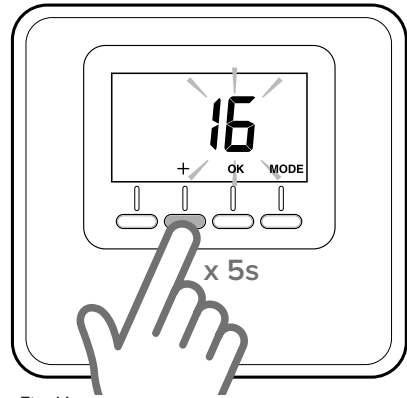

Fig. 14
- Pulsar 5 segundos la tecla “+” en el sensor ambiente (Fig. 14). El display alterna la visualización de la versión del software con el índice de modificación.